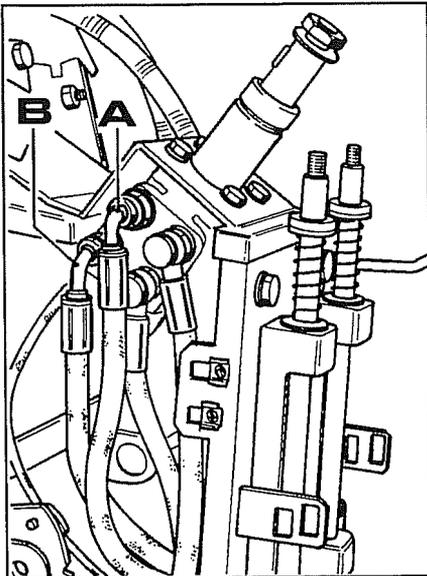

Abb. 14
14. Den Rücklaufschlauch **A** Abb. 14 von der Hydrolenkung zum Schaltgetriebe abklemmen, dann die Druckleitung **B** vom Prioritätsventil zur Hydrolenkung abnehmen.